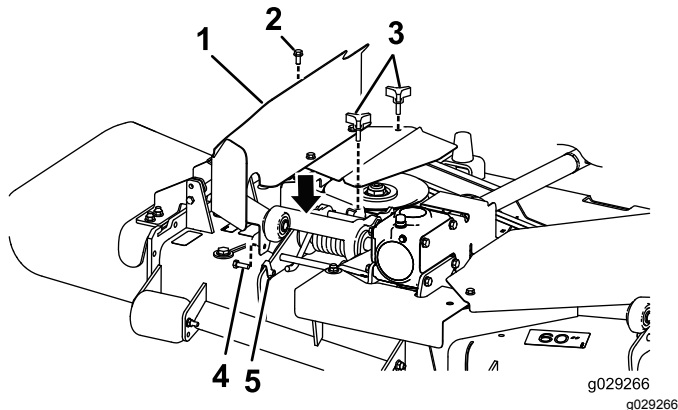

Figura 10
1. **Per i piatti senza sistema di raccolta dell'erba installato:** Montate il gruppo del carter di destra (Figura 10).